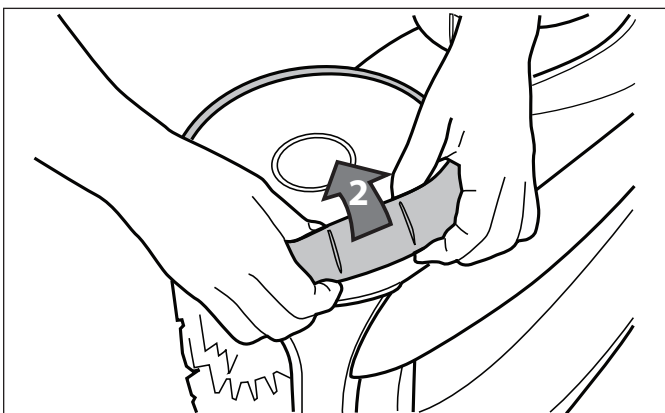

Figura 33. Remueva el viejo neumático
2. Quite el neumático viejo, como se muestra en la Figura 33.